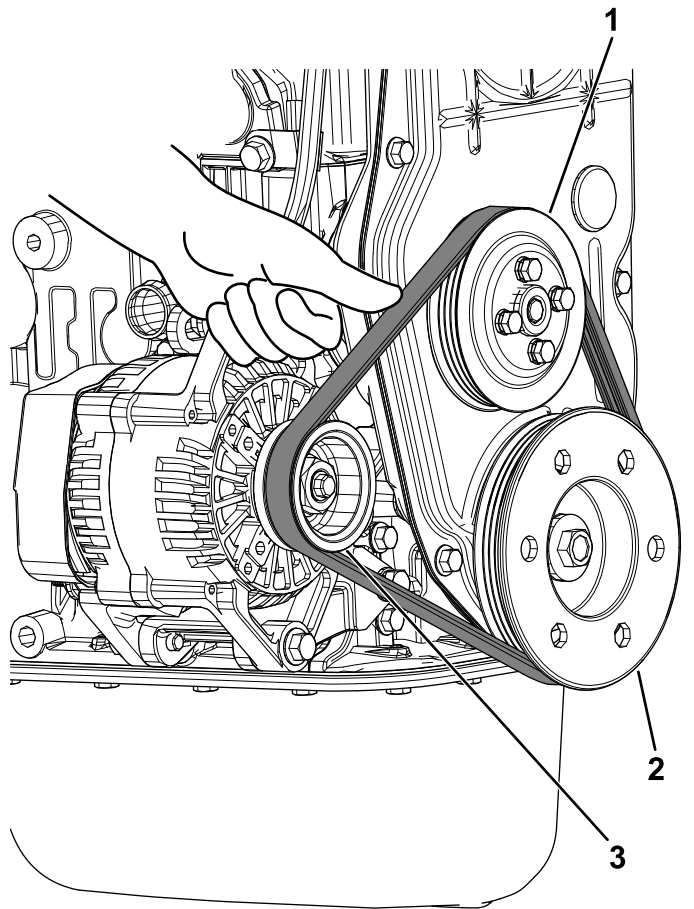

**Figure 64**
1. Mesurez la flèche de la courroie en exerçant une force de 98 N sur la courroie entre la poulie de ventilateur et la poulie d'alternateur (Figure 64).
6. Mesurez la flèche de la courroie en exerçant une force de 98 N sur la courroie entre la poulie de ventilateur et la poulie d'alternateur (Figure 64).